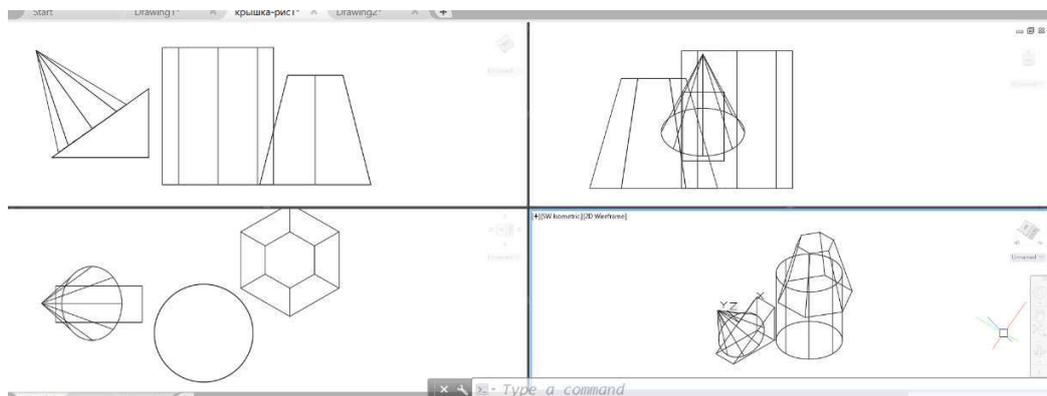

Рис.5.16
- Будемо конус (рис.5.16). Основа розташована на нахиленій частині клину. Щоб основа розташовувалась на ній треба змінити СК.